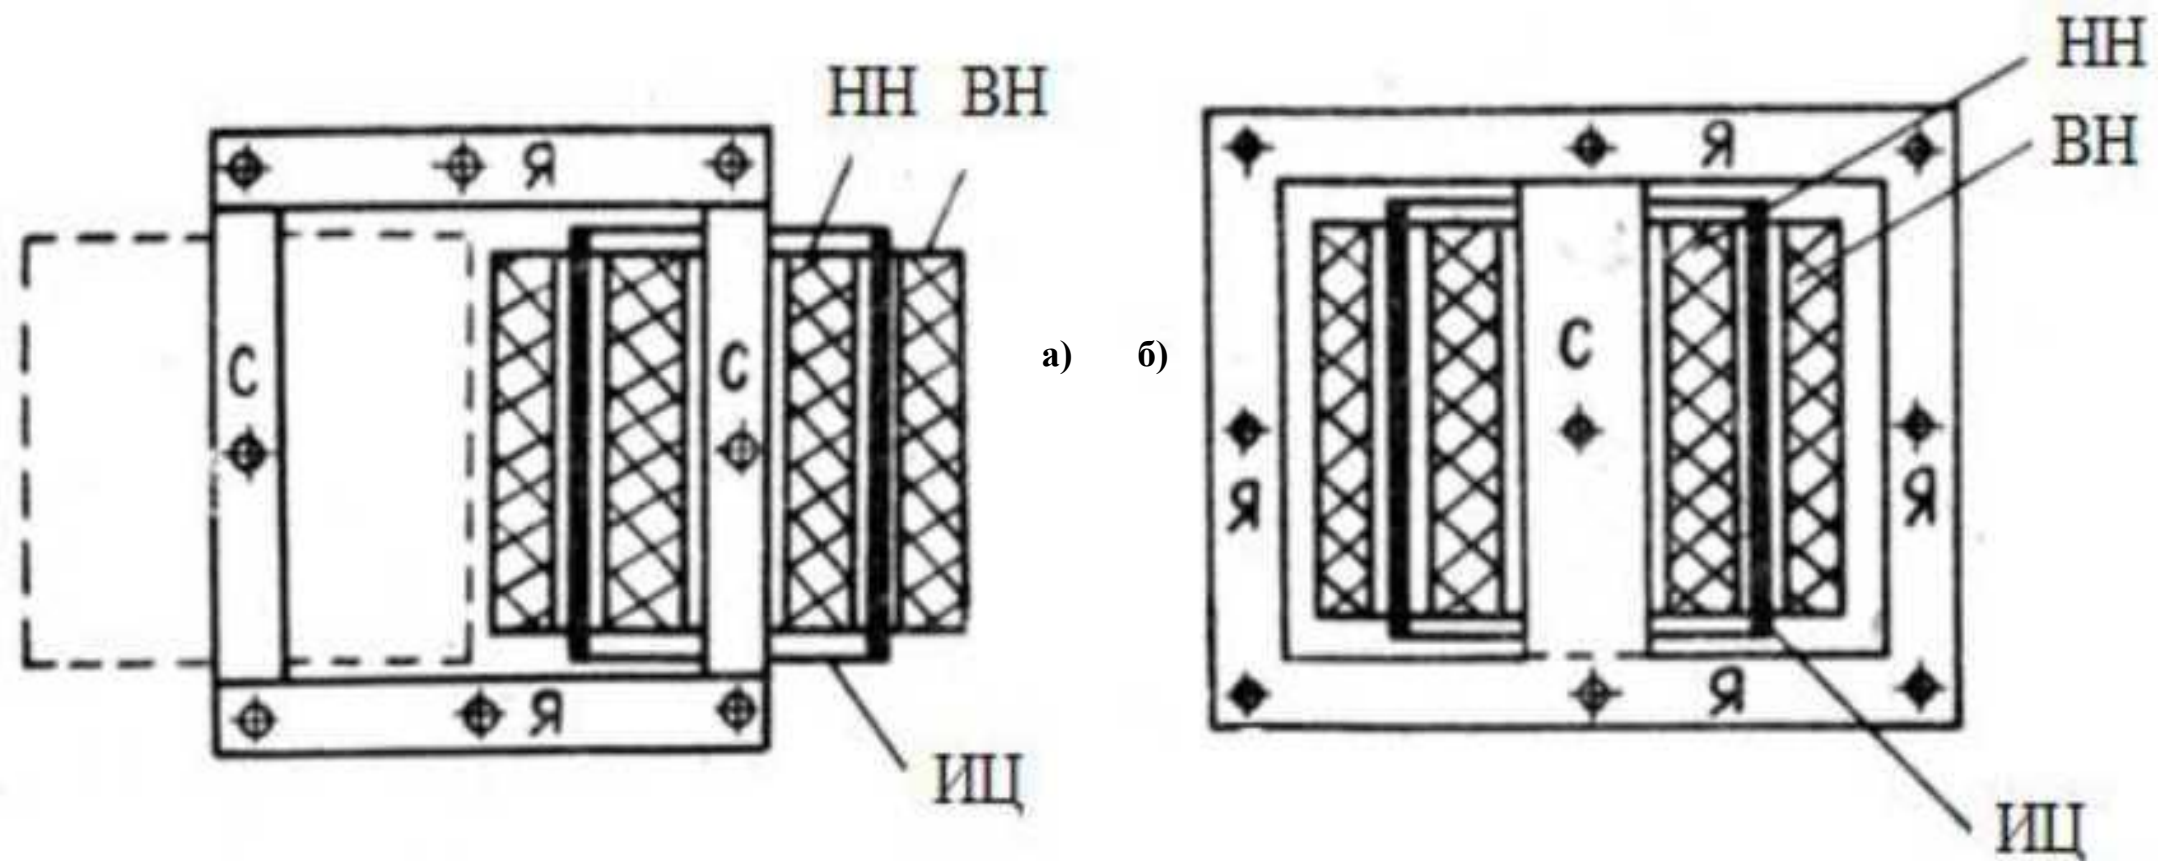

Рис. 2.1. Устройство однофазных трансформаторов: а - стержневой (магнитопровод охвачен обмотками); б - броневой (обмотки охвачены магнитопроводом)
- У стержневого трансформатора обмотки охватывают стержень, а у броневоего обмотки охватываются сердечником. На рис. 2.1 показаны стержневой и броневой трансформаторы. Здесь приняты следующие обозначения: С - стержни, Я - ярмо, НН - обмотка низшего напряжения, ВН - обмотка высшего напряжения, ИЦ - изоляционный цилиндр.